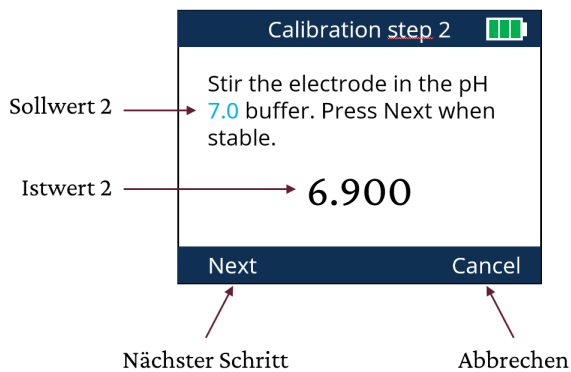

Abbildung 9 – Kalibrierung, Schritt 2.
- Klicken (↑) Sie auf »Next«, um den Kalibriervorgang für den 2. Sollwert zu starten (Abbildung 9). Gehen Sie gleich wie bei Sollwert 1 vor.